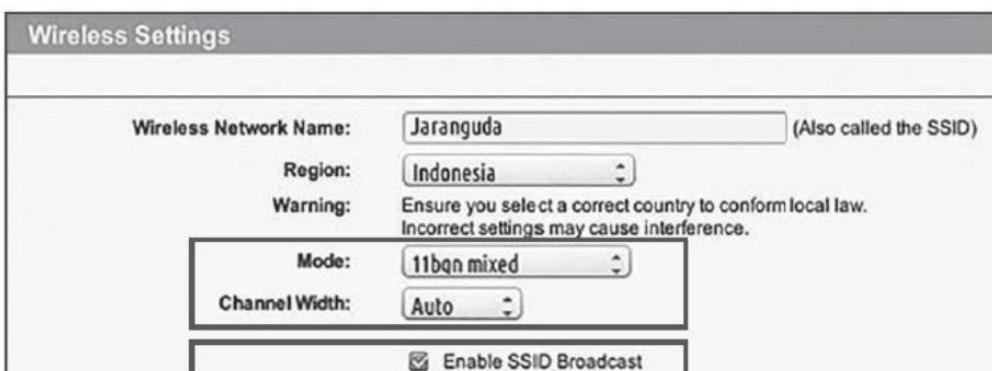

Рис. 1
2. Убедитесь, что в маршрутизаторе режим 802.11 настройки беспроводной сети является b/g/n mixed (смешанный режим b/g/n). (См. Рис. 1)
3. Убедитесь, что ширина канала / полосы пропускания маршрутизатора для беспроводной связи установлена на Авто или 20M или смешанную 20M / 40M. (См. Рис. 1)
4. Убедитесь, что маршрутизатор включает функцию широковещания SSID (SSID Broadcast) при подключении устройства к приложению. После успешного подключения вы можете ее закрыть. (См. Рис. 1)